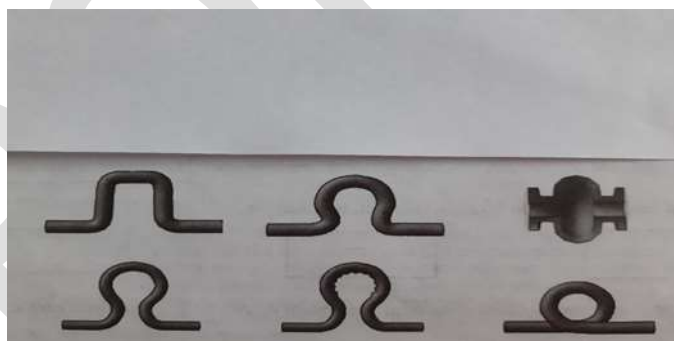

Fig.3. - Compensatoare de dilatație
- **dilatarea conductelor**: Când conducta este montată rigid la capete, temperatura fluidului transportat poate provoca comprimări sau dilatări ale conductelor. Acest fenomen poate fi diminuat sau evitat prin folosirea unor elemente flexibile numite compensatoare de dilatații, ca cele din fig. 3. Rolul acestora este de a prelua dilatația (respectiv comprimarea) conductei și de a o înmagazina în propria lor deformăție.